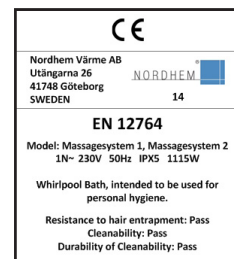

Bild 3.2 - Märksskylt
- Massagebadkarets märkdata står angivet på märksskylten på elboxen (se bild 3.2 nedan).